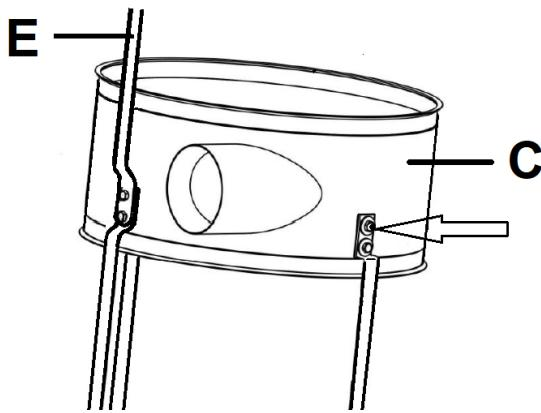

Fig 8
Fixer le logement du sac (C, Fig 8) avec 6 vis hexagonales.
Fixer le crochet du filtre (E)...voir Fig 8.